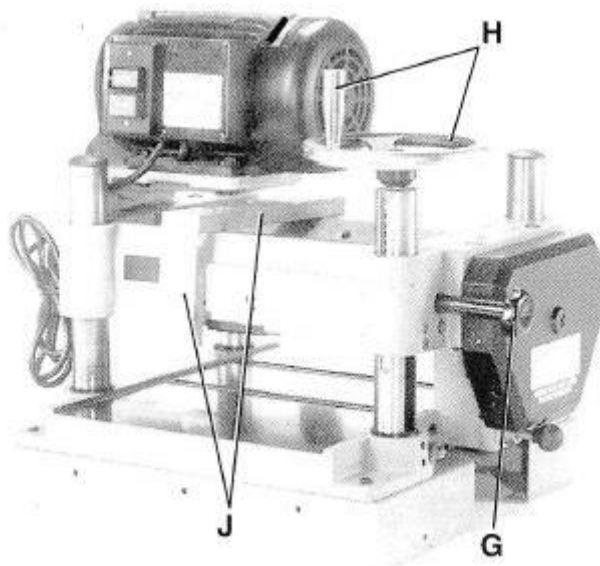

Рис. 9 Демонтаж транспортного фиксатора
6. Ослабьте две фиксирующие ручки головки, одна из которых показана как (G) на Рис. 9, и поверните узел маховика (H) по часовой стрелке для подъема узла головки. Снимите защитный деревянный транспортный фиксатор (J).